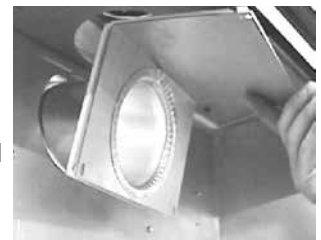

Fig. 2
- Fixez l'assemblage et support du déflecteur à l'arrière et dans le haut de l'appareil à l'aide des quatre vis (**Fig. 2**).